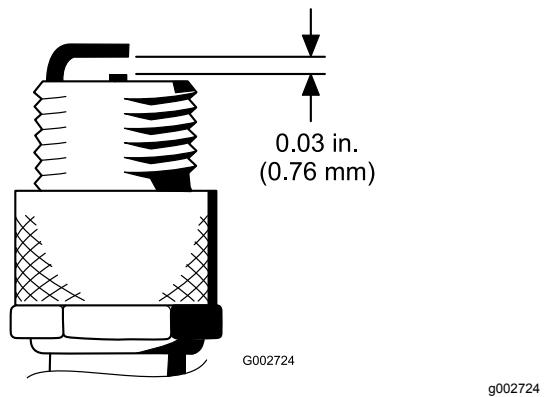

Figura 50
4. Ajuste a folga existente entre a zona central e lateral do elétrodo para 0,76 mm (Figura 50).